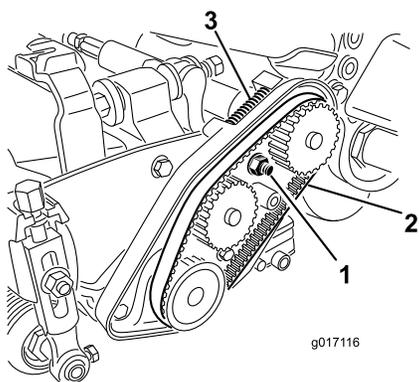

Рисунок 45
- A. Ослабьте гайку крепления корпуса подшипника (Рисунок 45).
- C. Удалите все загрязнения из внутренней части отсека ремня и вокруг пружины сжатия (Рисунок 45).